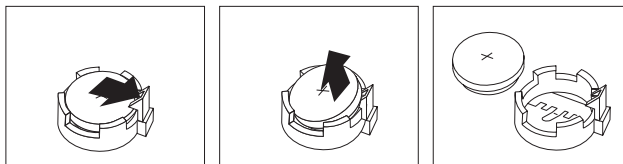

Figura 15. Rimozione della batteria
5. Rimuovere la vecchia batteria. Consultare la sezione Figura 15.